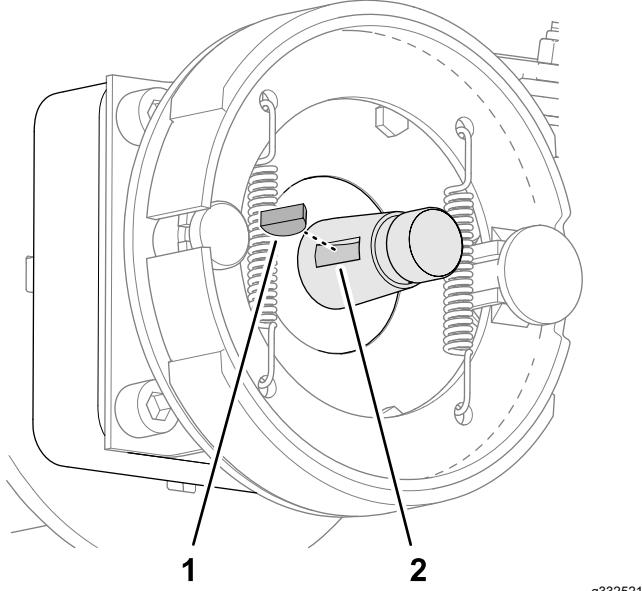

Figura 77
- 5. Rimuovete la chiave di Woodruff dall'albero motore della ruota (Figura 77).